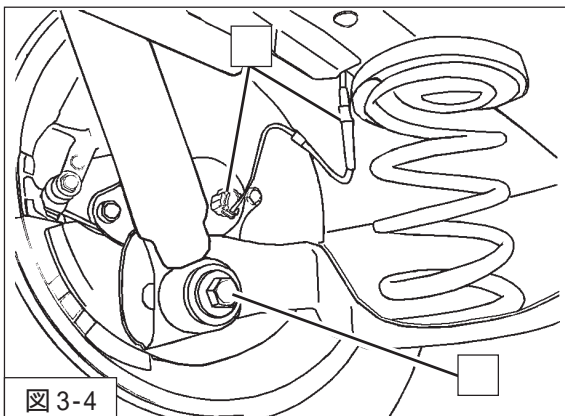

図3-4
6. ABSセンサハーネス取付ボルトを取外してください。(図3-4)
7. ダンパーローア取付ナットを取外し、ダンパーASSYを車両から取外してください。(図3-4)